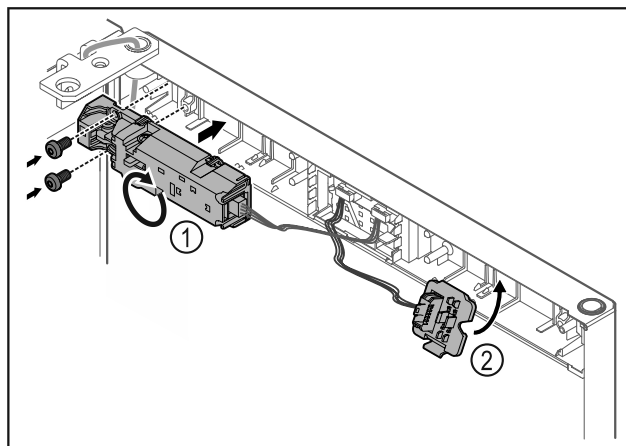

Fig. 13
- ▶ Разверните замок дистанционного открытия Fig. 13 (1) на 180° и прикрепите на противоположной стороне.
- ▶ Зафиксируйте держатель штекера Fig. 13 (2) на противоположной стороне.\*